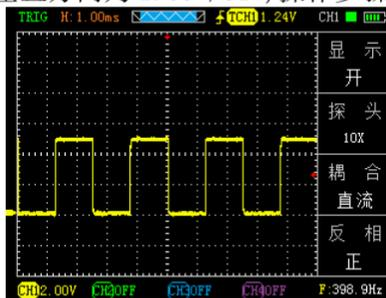

图 2-7
- 如设置垂直方向为 2.00V/div,按“CH1”→“▲”或“▼”来调节垂直方向垂直伏/格,同时可按“◀”或“▶”来上、下移动整个波形。如图 2-7